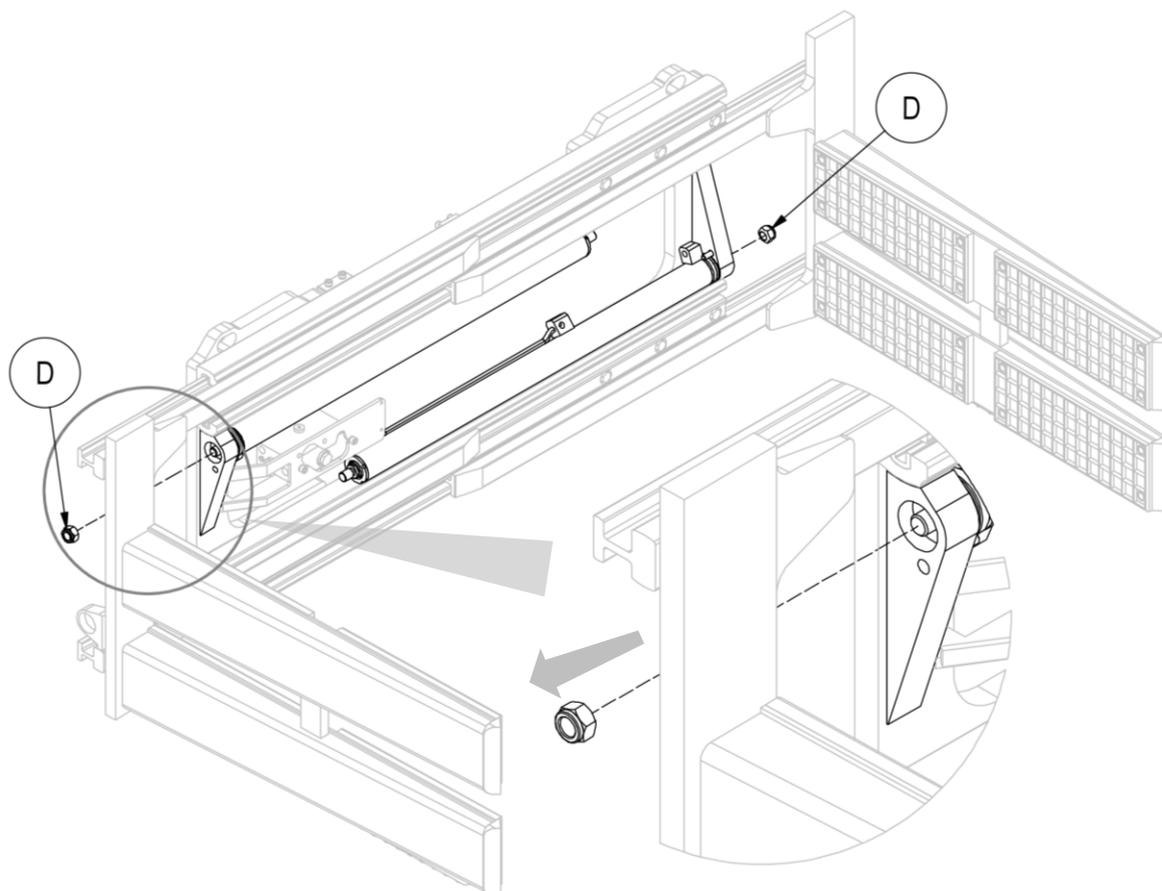

Figura 37
7. Rimuovere i dadi **D** che vincolano i cilindri alla struttura dell'attrezzatura e rimuovere i cilindri stessi, prestando attenzione a non danneggiarli (vedi *Figura 37*).